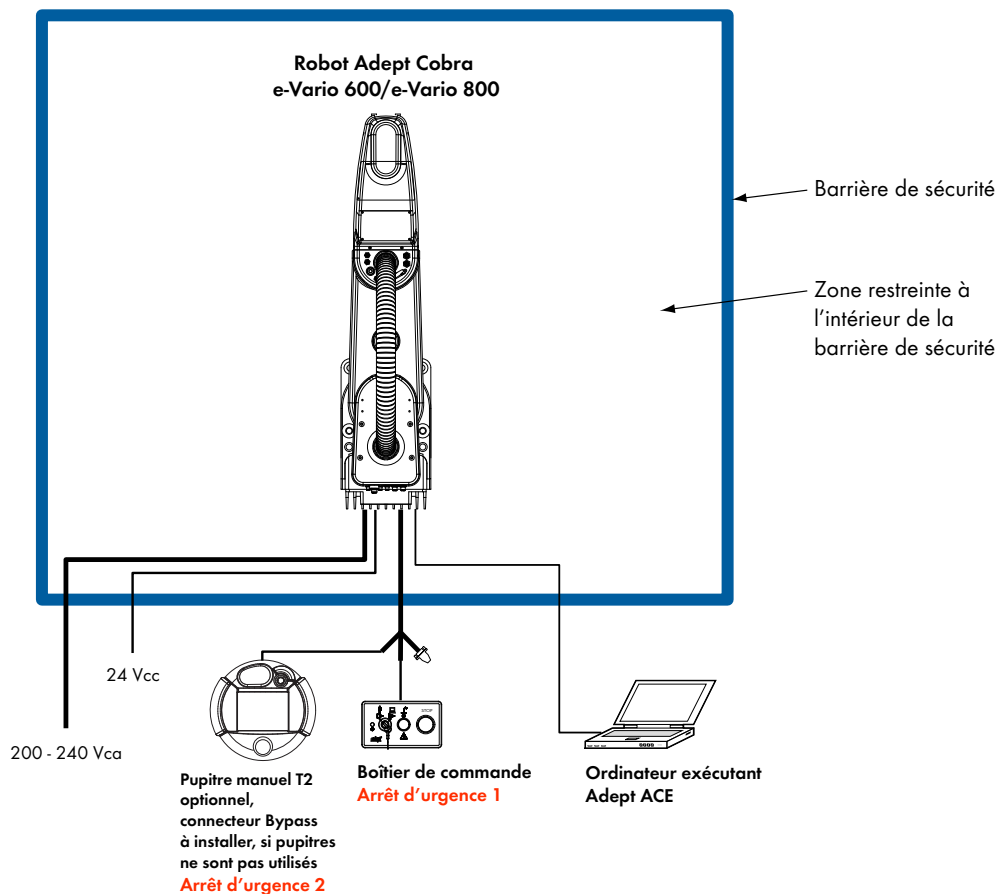

Figure 1 : disposition standard d'une cellule de travail
La **figure 1** présente la disposition standard d'une cellule de travail, avec une barrière de sécurité fournie par l'utilisateur et des boutons d'arrêt d'urgence incorporés au boîtier de commande et au pupitre manuel T2 (optionnel).
**AVERTISSEMENT :** Adept Technology interdit strictement toute installation, mise en service ou exploitation d'un robot Adept sans les protections appropriées conformes aux législations locale et nationale en vigueur. Pour plus d'informations sur la disposition standard d'une cellule de travail, reportez-vous à la figure 1.